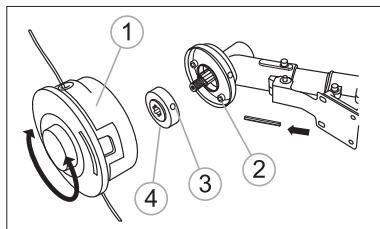

fig. 6
- Halten Sie die Stange in die Bohrungen 2 und 3 des Getriebetopfes und der Flanschscheibe 4 und schrauben Sie die Spule gegen den Uhrzeigersinn bis zum Anschlag ein (Abb. 6).